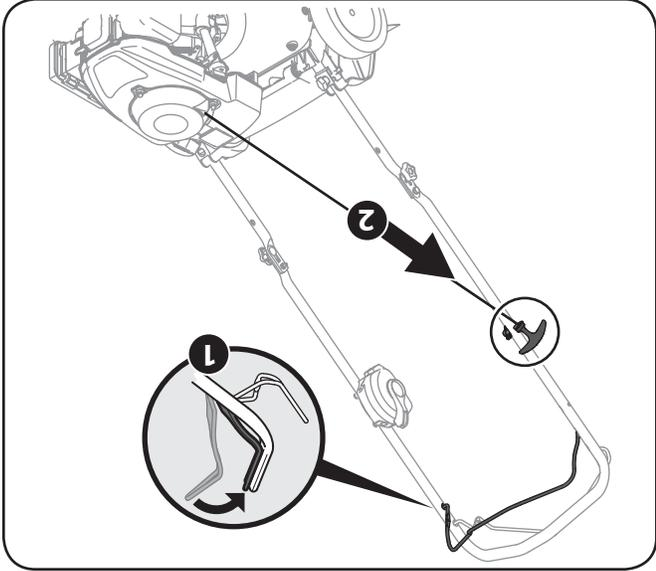

Figure 5-1
1. Placez-vous derrière la tondeuse, appuyez sur la commande de la lame et maintenez-la contre le guidon supérieur. See Fig. 5-1.